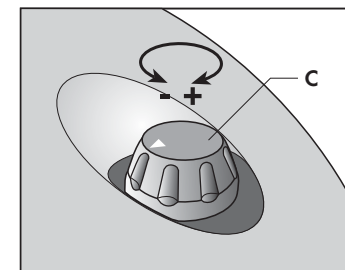

Abb. 7
- Leuchtender Hauptschalter (B) drücken.
- Um die Saugkraft einzustellen, den Drehregler (C) in den Uhrzeigersinn drehen, um die Saugkraft zu erhöhen und ihn gegen den Uhrzeigersinn drehen, um die Saugkraft zu verringern (Abb. 7).